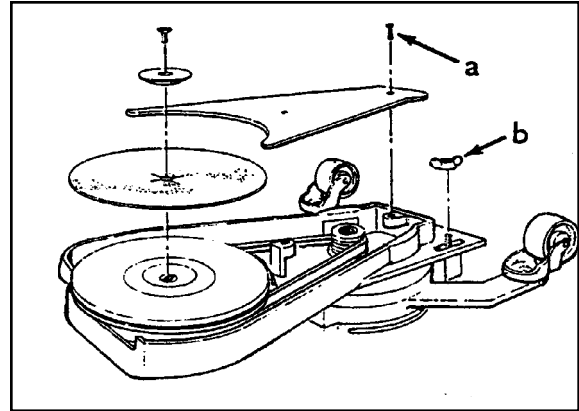
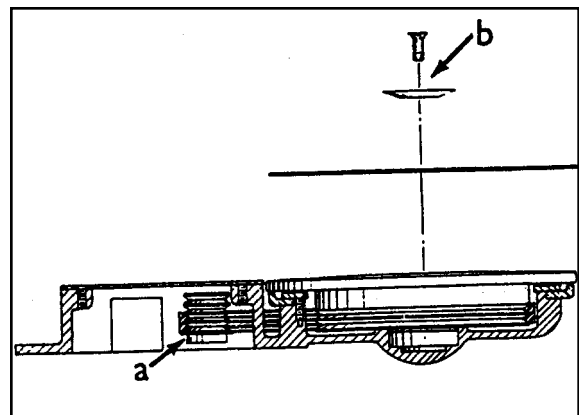

Abbildung 3
Abbildung 4
2. Entfernen Sie die Riemenabdeckung (Abbildung 3-a). Positionieren Sie den Vorsatz über dem Motor und lockern Sie die Flügelschraube (Abbildung 3-b). **Ziehen Sie den Antriebsriemen die unter Nut der Motorriemenscheibe auf – siehe Abbildung 4-a (für den das Schleifteil mit 178 mm Scheibe).** Die obere Nut ist für die Verwendung der Schleifteile mit kleinerem Durchmesser vorgesehen. Spannen Sie den Antriebsriemen und ziehen Sie dann die Flügelschrauben an. Drehen Sie den Schleifteller, um den Sitz des Antriebsriemens auf der Motorriemenscheibe und seine Führung in den Riemennuten des Schleiftellers zu überprüfen.
4. Entfernen Sie die Schraube und die Halterung des Schleifmaterials. Zentrieren Sie das Schleifmaterial auf dem Pad und stellen Sie die Halterung des Schleifmaterials und die Schraube fest. (Abbildung 4-b)